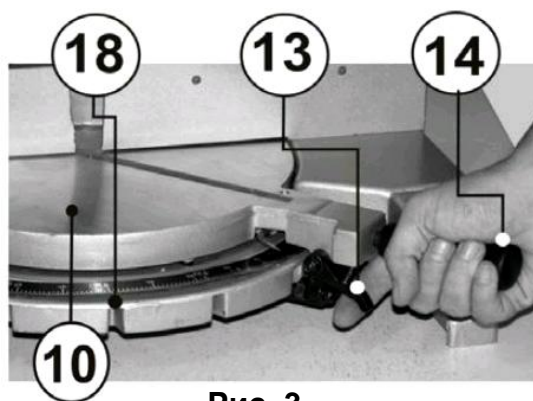
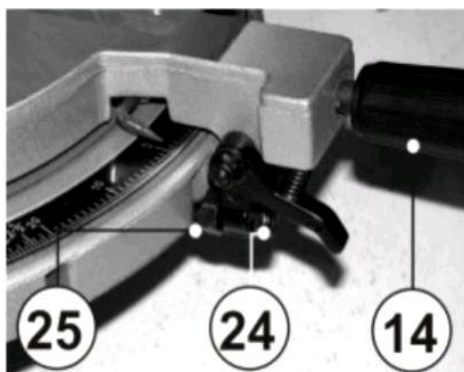

Рис. 3
Рис. 11
#### *Поворот стола в положение «0» (См. Рис.3)*
- Ваша пила может пилить под любым углом, от прямого 90° до 45° влево и вправо (по показаниям шкалы). Ослабьте ручку фиксации поворотного стола (14), потяните за курок плунжера (13) и поверните стол (10), (См. Рис.3) на желаемый угол.
- Затяните ручку фиксации поворотного стола (14)(См. Рис 3).
- Пила снабжена фиксатором плунжера в упоре (18) под углом 0°, 22,5° и 45° влево и вправо.
- Поворачивайте ручку фиксации поворотного стола (14) до тех пор, пока плунжер не войдет в один из фиксаторов (18) три из которых видны (См. Рис .3)
- Для снятия со стопора потяните курок (13)(См. Рис. 3)
- Поверните стол (10)(См. Рис.1) на 0 градусов, в положение прямого пиления и, убедившись в том, что плунжер (13), (См. Рис.3), установлен в фиксатор 0, затяните ручку фиксации (14)(См. Рис. 11).
- Если необходима регулировка, ослабьте ручку фиксации поворотного стола (14)(См. Рис.11), на один оборот.
- Ослабив контргайку (24), вращайте эксцентриковую гайку (25) влево или вправо, затем затяните контргайку (24).